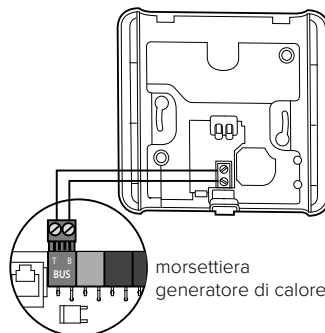

Fig. 13
- Collegare i cavi del Sensore Ambiente al morsetto BUS nella morsettiera dedicata del generatore di calore (fig.13).